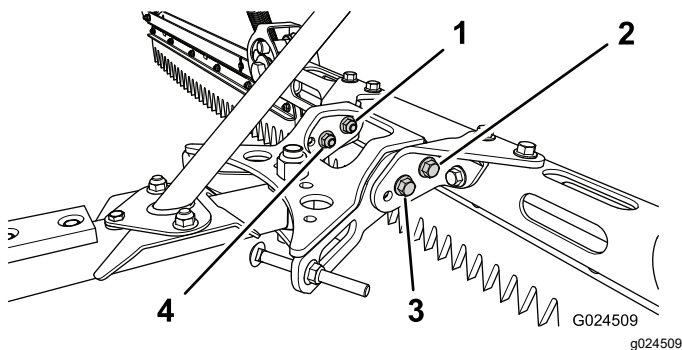

Figura 24
1. Retire las tuercas y los pernos **delanteros** que sujetan el conjunto del rastrillo al soporte (Figura 24).